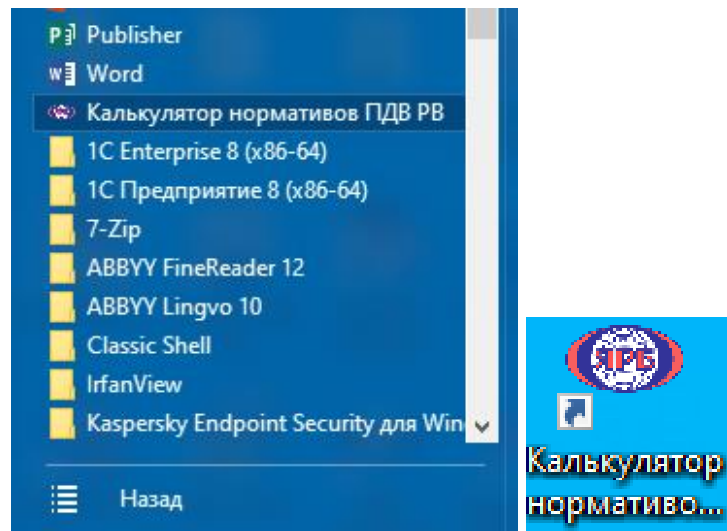

Рисунок 2 – Вид ярлыка калькулятора нормативов ПДВ РВ
1) Запустить калькулятор нормативов с помощью ярлыка «РБ-106-21», который расположен на рабочем столе, или из меню «ПУСК» (см. рисунок 2)